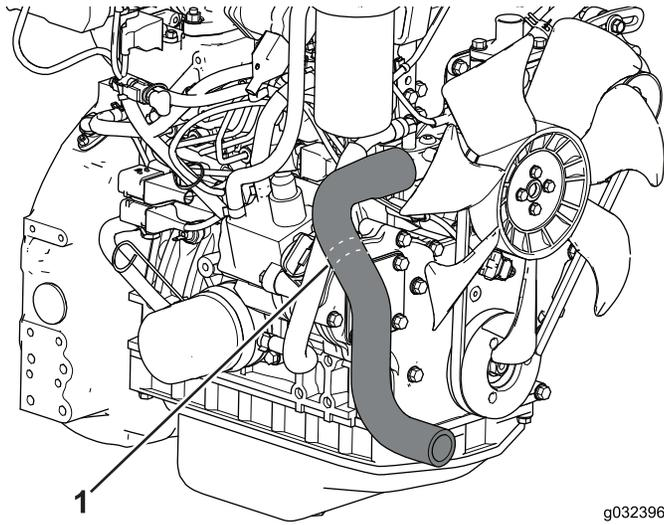

Figura 10
1. Individuate il flessibile del radiatore (Figura 10).
2. Utilizzate un attrezzo da taglio per tagliare il flessibile del radiatore lungo le linee di taglio (Figura 10).